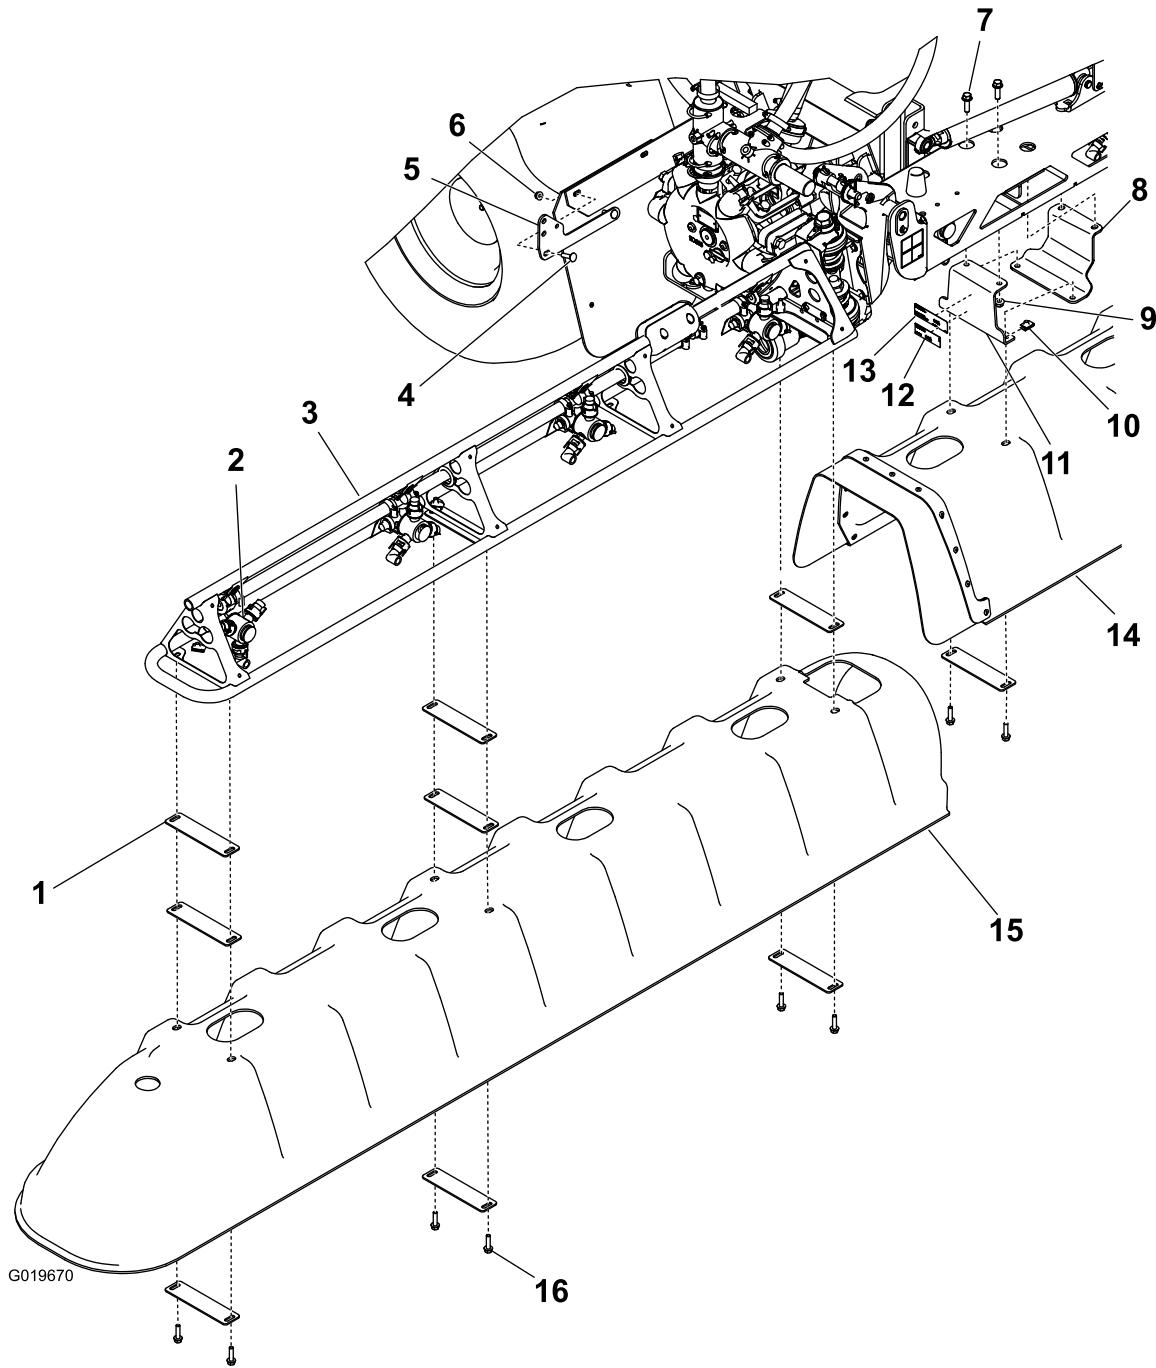

図2
中央ブームブラケットのひとつに、銘板デカルと規制関係デカルを、図2のように取り付ける。
1. 中央ブラケット2個とブーム取り付けプレートを中央ブームに取り付ける六角ヘッドボルト3/8 x 1-1/4 インチ2本とフランジ・ナット3/8 インチ2個を使用して、図2のように取り付ける。
2. 中央ブームブラケットに中央カバーアセンブリを図2のように取り付けるUナット4個、ワッシャプレート2枚、六角ヘッドボルト5/16 x 1-1/4 インチ4本を使用する。
2. ウイングブームカバー図2のひとつを取り付けるワッシャプレート8枚、六角ヘッドボルト5/16 x 1-1/4 インチ6本、Uナット6個を使用する。
1. ドレンバルブ取り付けブラケットを 図 2 のように車体に取り付けるキャリッジねじ2本とフランジナット5/16 インチ2個を使用する。
2. ドレンバルブを、現在の位置から取り付けブラケット図 2 へ移動させる現在使われているリンクピンとランヤードを使用する。